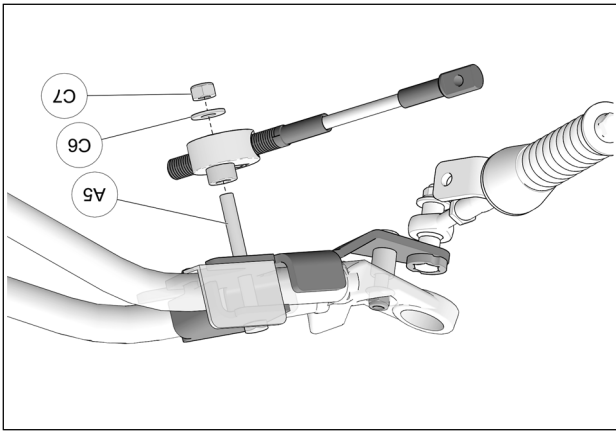

Fig. 24
14. Assembler le disque en aluminium du limiteur de conduite à l'ancrage avant en utilisant le boulon (A5) précédemment inséré dans l'ancrage, la rondelle (C6) et l'écrou (C7). Serrer l'écrou à un couple de 50 N•m [37 lb•pi]. Fig. 24